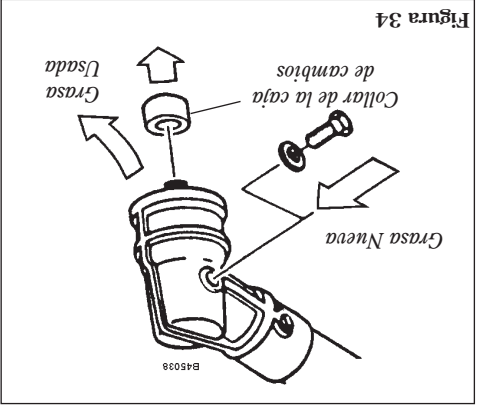

Figura 34
- Retire el accesorio de corte, el porta accesorio de corte y el collar del eje de cambios. Retire la tapa del costado de la caja de cambios e introduzca grasa nueva a la caja de cambios hasta que la grasa salga. Use solamente grasa a base de litio, tal como Lubrificante para Caja de Cambios Shindaiwa o su equivalente. Consulte la figura 34.